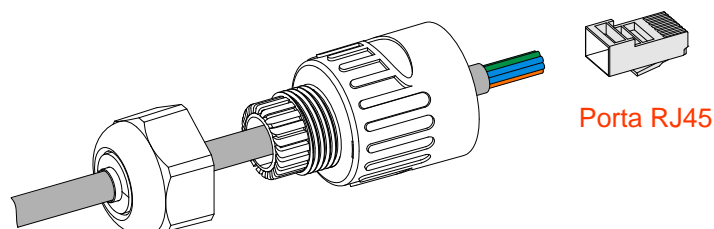

Figura 3-29 Crimpe os fios da porta RJ45
- Etapa 1 Retire a camada de isolamento do cabo de comunicação, solte a contraporca da porta RJ45 à prova d'água (conforme mostrado na Figura 3-29) e, em seguida, coloque o cabo de comunicação na porta RJ45 e crimpe-o no plugue RJ45.